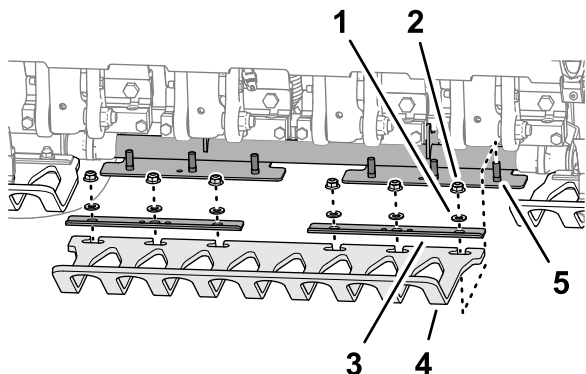

图 39
**注意** 出厂时附带的护草板夹具、垫圈和凸缘锁紧螺母固定到护草板支架图 39。